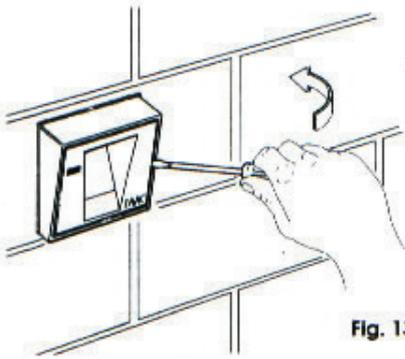

Fig. 13
Bei Bedarf kann die Vorderplatte mit einem Schraubenzieher abgenommen werden (Abb. 13).
1) Ein Digicard / eine Decoder-Platine (Abb. 13-Monocode-Anlage). Mit dieser Konfiguration kann ein einziger Code verarbeitet werden.